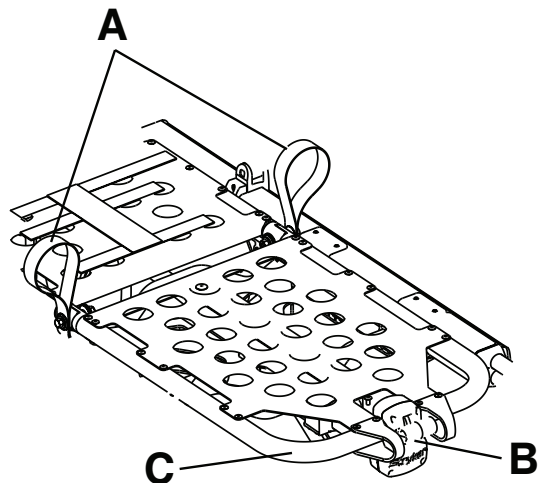

Figura 9 – Alzaginocchia
1. Sollevare una delle due cinghie rosse di sollevamento (A) fino a quando l'alzavincina non si trova nella posizione più alta (Figura 9).
Per abbassare l'alzavincina, sollevare una delle due cinghie rosse di sollevamento (A) per ridurre la pressione sul meccanismo di blocco. Tenendo la cinghia, spingere la maniglia rossa di sblocco del poggiatesta (B) fino a sganciare la staffa di supporto (Figura 9). Abbassare l'alzavincina fino a quando non raggiunge la posizione piana.
Per sollevare l'alzavincina in posizione anti-shock (Trendelenburg), sollevare il telaio del poggiatesta (C) il più in alto possibile fino a bloccarlo in posizione (Figura 9). La staffa di supporto si fissa automaticamente quando si rilascia il poggiatesta.
Per abbassare l'alzavincina in posizione anti-shock (Trendelenburg), sollevare il telaio del poggiatesta (C) e, tenendo il telaio, alzare la maniglia rossa di sblocco del poggiatesta (B) fino a quando la staffa di supporto non si sgancia dal telaio (Figura 9). Abbassare il poggiatesta fino a quando non raggiunge la posizione piana.